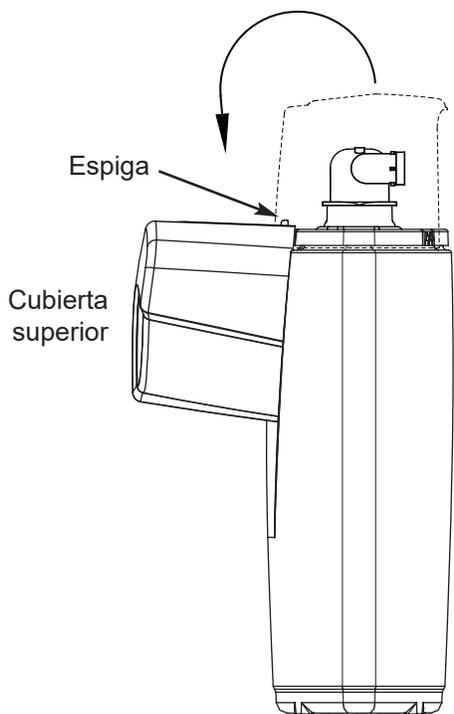

FIG. 6
- Separe la cubierta superior del reborde tirando de las dos esquinas en la parte inferior de la abertura trasera. Levante la cubierta superior y colóquela a un lado o cuélguela en la espiga en el reborde (consulte la Fig. 6).